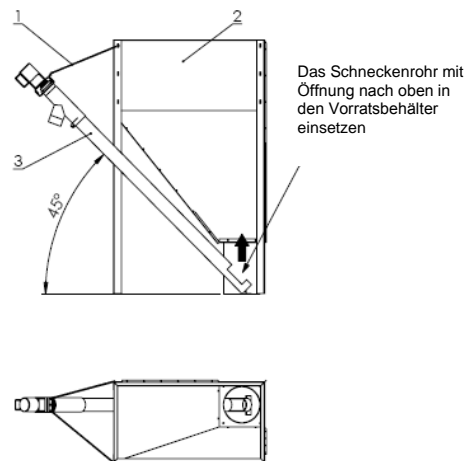

Abb. 5. Der Vorratsbehälter
Der **Pelletsbehälter (Abb.5)** sollte möglichst nah am Kessel stehen, das Rohr der Transportschnecke (3) ist in die untere Öffnung des Behälters (mit der rechteckigen Aussparung nach oben) zu stecken und mittels der Kette (1) an den Behälter aufzuhängen. Das Wellrohr des Zuführungsrohres für den Brenner (2) mit dem Stahl- Speiserrohr für den Brenner (5) verbinden und mittels einer stählernen Schlauchschelle (im Lieferumfang) zusammendrehen. Das Speiserrohr für den Brenner sollte unter einem min. Winkel von 45° zum Boden installiert sein – zur Vermeidung von Staubildung des Pellets im Rohr. Die Pellets in den Vorratsbehälter (20) bis min. 1/3 seiner Inhalt einschütten.